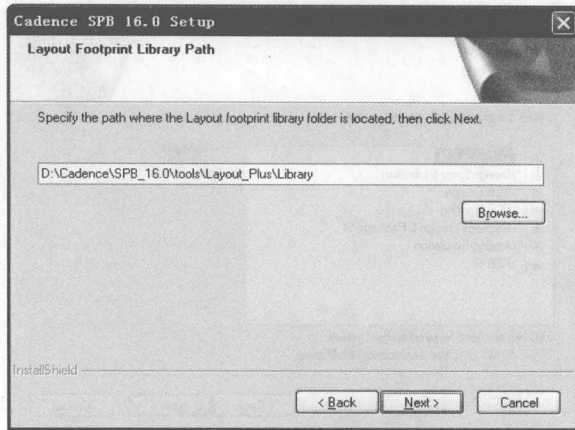

图1-22 【Layout Footprint Library Path】对话框
(18) 选择“OrCAD Layout footprint viewer”，单击 **Next >** 按钮，出现【Layout Footprint Library Path】对话框，如图 1-22 所示。